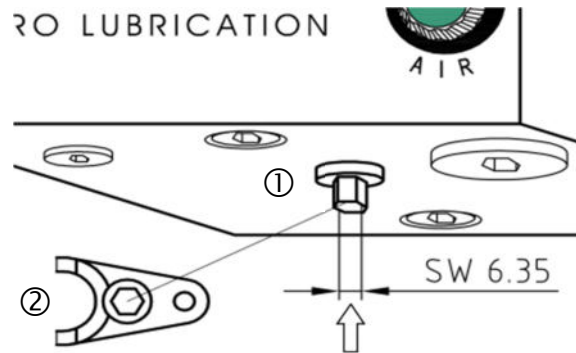

Fig. 17 : Vis de purge ① sur la face inférieure du bloc de dosage - outil ② avec six pans creux
8.2.2 Ouvrir la vis de purge (fig. 17 ①) sur la face inférieure du bloc de dosage manuellement ou à l'aide de l'outil de service (fig. 17 ② SW 6.35) d'environ 2 tours et évacuer le lubrifiant jusqu'à ce qu'il s'échappe sans bulles (durée : environ 5 secondes), puis refermer complètement. Un vissage à la main suffit (échappement à joint torique). Pour rincer le système hydraulique ou vider le réservoir, la vis de purge peut être complètement dévissée.